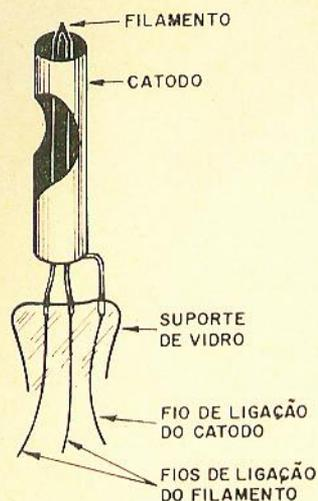

Figura 15.4
2) O filamento não é emissor, mas serve apenas para aquecer o encarregado da emissão termiônica. Esse eletrodo se denomina **cátodo** e tem geralmente a forma de um pequeno tubo, em cujo interior se dispõe o filamento. Na figura 15.4 o cátodo aparece parcialmente aberto, a fim de mostrar o filamento em seu interior. O cátodo é usualmente feito de níquel ou de ligas de níquel, sendo sua superfície recoberta com carbonatos de estrôncio e bário. No processo de fabricação, esses carbonatos são transformados em óxidos. A maioria das válvulas termiônicas empregam esse processo de aquecimento e são designadas como **válvulas de aquecimento indireto**.